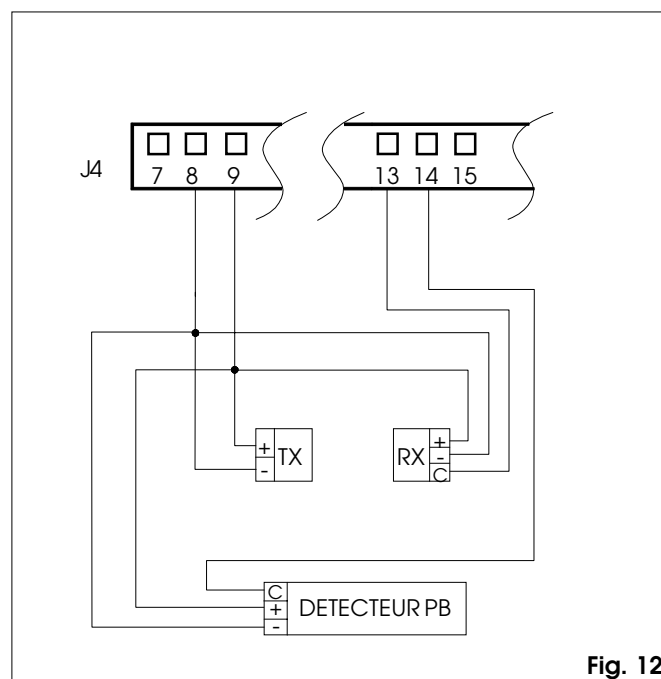

Fig. 12
- ① **Fusible F1** 4AT/230Vca - 5x20
- ② **Connecteur J1** Secondaire Transformateur - fig. 12
- ③ **Connecteur J2** Connecteur rapide du sélecteur de fonctions Manuel/Nuit, Ouvert, Automatique
- ④ **Connecteur J3** Connexion KP-Controller